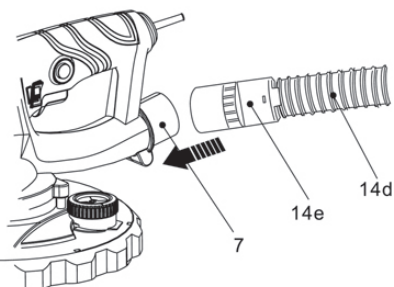

Fig.4
- > Alinhe e insira o conector da mangueira de aspiração (14e) na saída de extração de pó (7) até ao fundo (Fig. 4).
- > Depois da operação, segure e puxe o conector da mangueira de aspiração (14e) para fora da saída de extração de pó (7) e retire a mangueira de aspiração (14d) / saco de recolha (14) do produto.